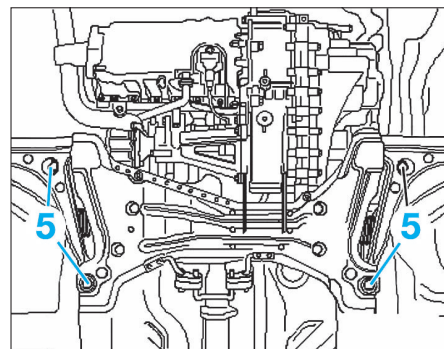

Fig. 24
- Dévisser les vis de fixation (5) du berceau (Fig.24).